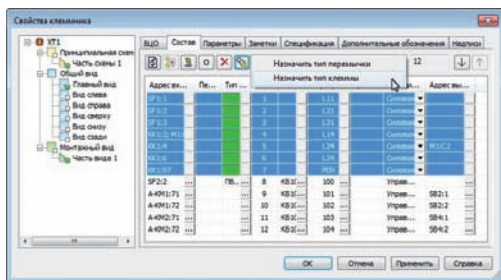

Рис. 8. Группа клемм
- при определении состава клеммника (в диалоге свойств клеммника) появилась возможность назначения типа перемычки и типа клеммы для группы клемм (рис. 8);